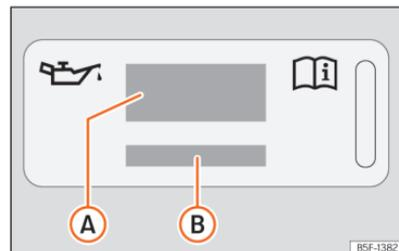

Fig. 239 No compartimento do motor: etiqueta de óleo do motor
Legenda da »» Fig. 239:
Se tiver de adicionar óleo do motor, utilize um dos óleos indicados na etiqueta »» Fig. 239.
- Se faltar a etiqueta com a especificação do óleo do motor >>> Fig. 239, contacte uma oficina especializada.